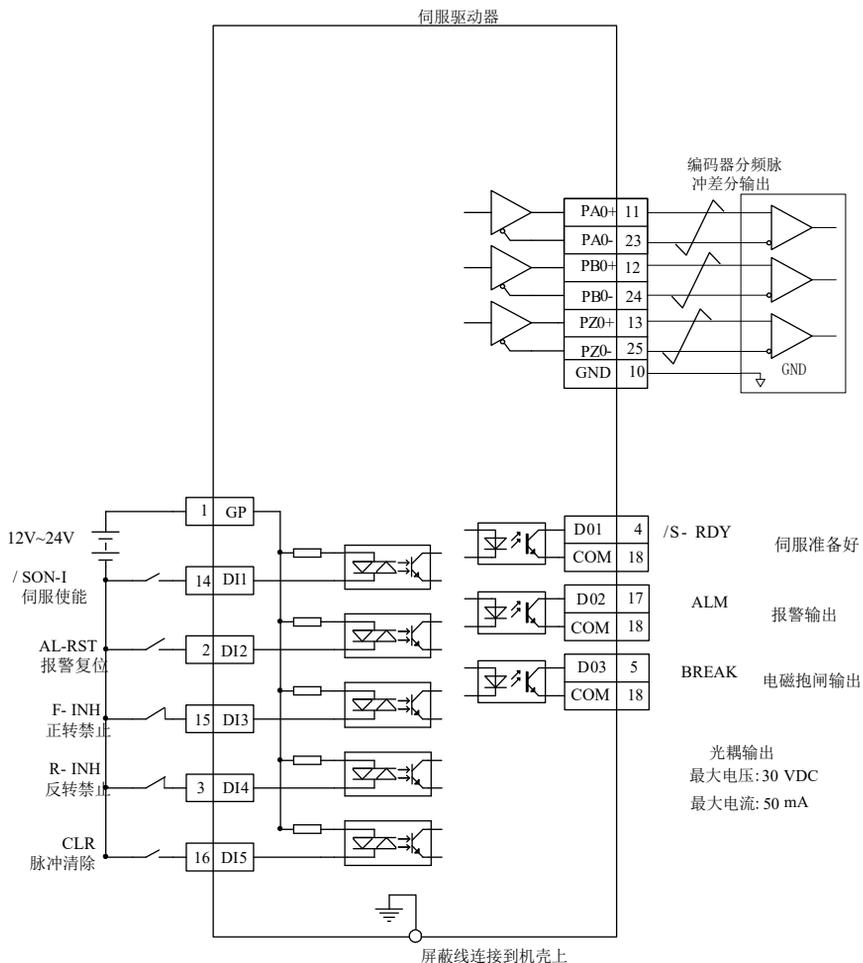
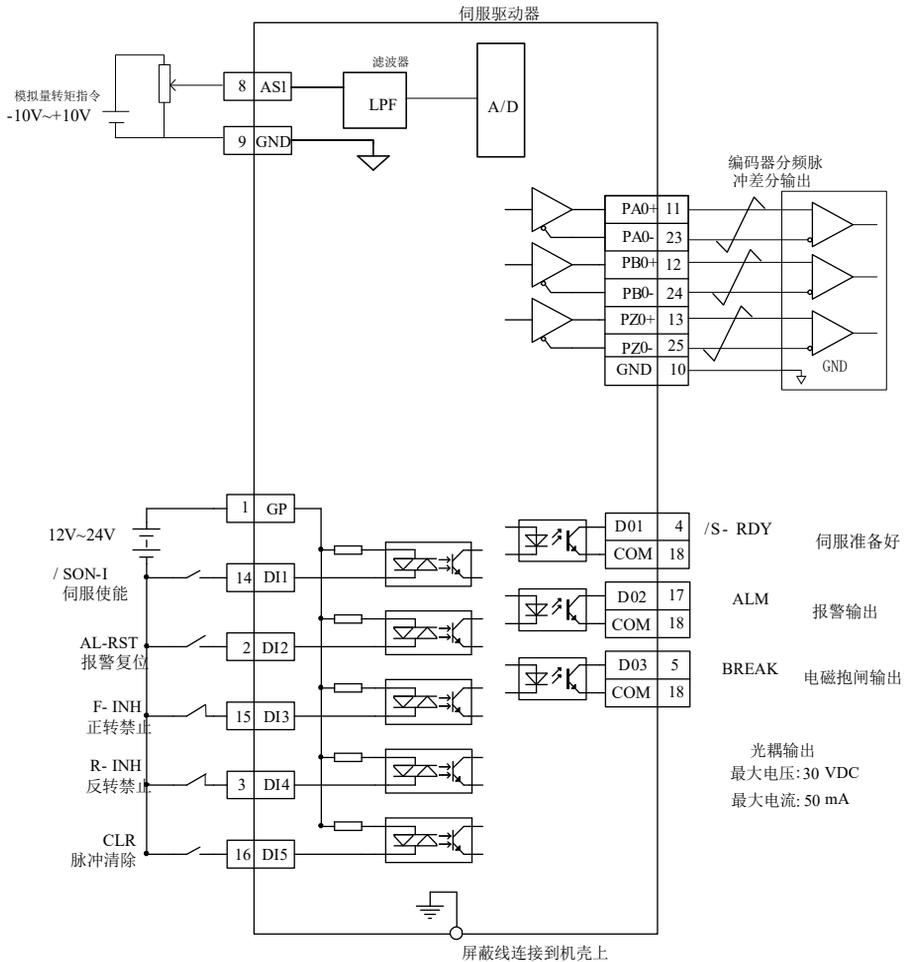

图 6.3.2 内部寄存器转矩模式典型接线图
图 6.3.3 模拟量转矩模式典型接线图
- ★ 参考图 6.3.2 或图 6.3.3 的配线说明，进行 DI/DO 信号的连线；